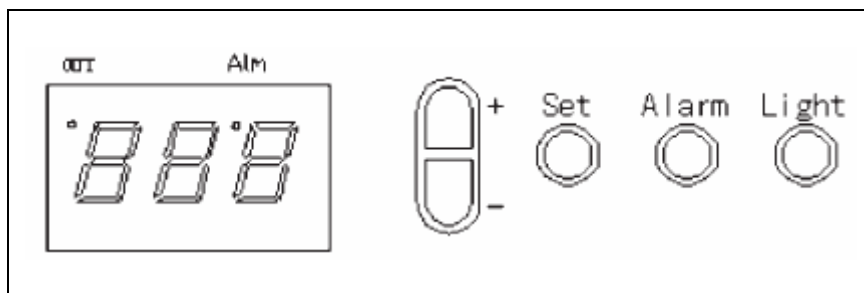

Рис.1.
2. Регулирование температуры: См. рис.1.
3. Проверить аварийный сигнал температуры: см.рис.1.
5. Регулировка диапазона температуры при аварийном сигнале: См.рис.1.